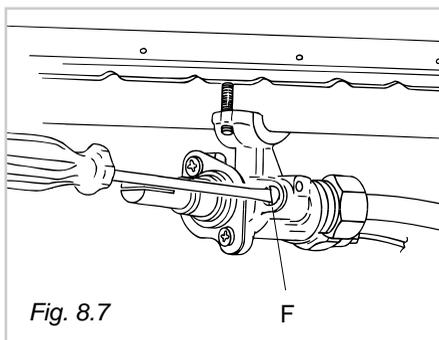

Fig. 8.7
I rubinetti del piano di lavoro sono dotati di valvolatura di sicurezza; in questi rubinetti la vite di regolazione del minimo è situata all'esterno del rubinetto (Fig. 8.7).
- Sfilare la manopola del rubinetto e passando attraverso il foro del frontale con un cacciavite a taglio agire sulla vite F (fig. 8.7) fino ad ottenere la fiamma desiderata.